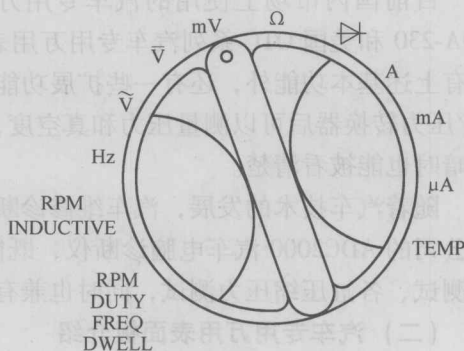

图 1-7 SDM586 选择开关
(1) 选择开关 打开仪表电源开关,当选择所需要的功能后,所有的功能字符将出现在显示器上。同时,仪表进行自检,随后仪表才能进行正常操作。选择开关如图 1-7 所示,具体说明如下: